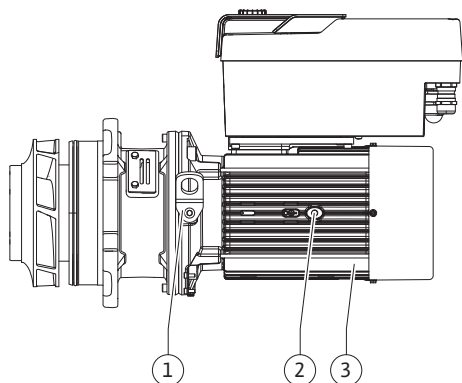

Fig. 112: Siseosakomplekt
13. Asetage siseosakomplekt (vt Fig. 112) pumbakorpusse vanas või mõnes muus soovitud nurkasendis. Arvestage sealjuures osade lubatud paigaldusasendeid (vaadake peatükki „Lubatud paigaldusasendid ja osade paigutuse muutmine enne paigaldamist“ [► 25]).
14. Soovitav on kasutada paigalduspolte (vaadake peatükki „Lisavarustus“ [► 21]). Kui võllikatte on tuntavalt haardunud (u 15 mm enne lõppasendit), ei ole enam ümberkukkumis- või kaldumisohtu. Pärast seda, kui siseosakomplekt on vähemalt ühe poldiga (Fig. I/III, pos. 10 või Fig. III/IV, pos. 29) kinnitatud, võib kinnitusvahendid tõsteasaselt eemaldada.
15. Keerake poldid (Fig. I/III, pos. 10 või Fig. III/IV, pos. 29) sisse, kuid mitte lõplikult kinni. Poldide kinnikeeramisel tõmmatakse siseosakomplekt pumbakorpusse.